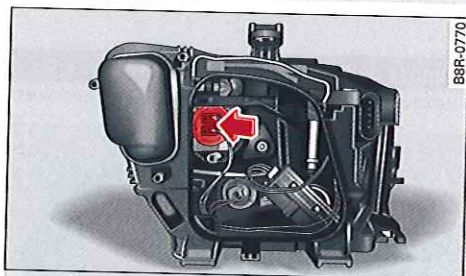

Fig. 255 Phare principal : ampoule du feu de croisement
- Appuyez sur le côté du connecteur en plastique -flèche- ⇒ fig. 255.